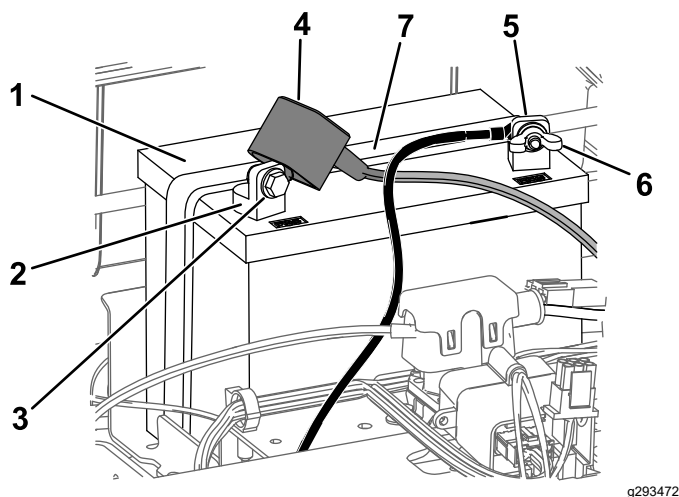

Figure 49
4. Débranchez le câble négatif (noir) de mise à la masse de la borne de la batterie (Figure 49).
6. Débranchez le câble positif (rouge) de la borne de la batterie (Figure 49).
7. Déposez la barrette de maintien de la batterie (Figure 49) et soulevez la batterie de son support.
1. Placez la batterie sur son support (Figure 49).
5. Fixez la batterie en place à l'aide de la barre de maintien (Figure 49).